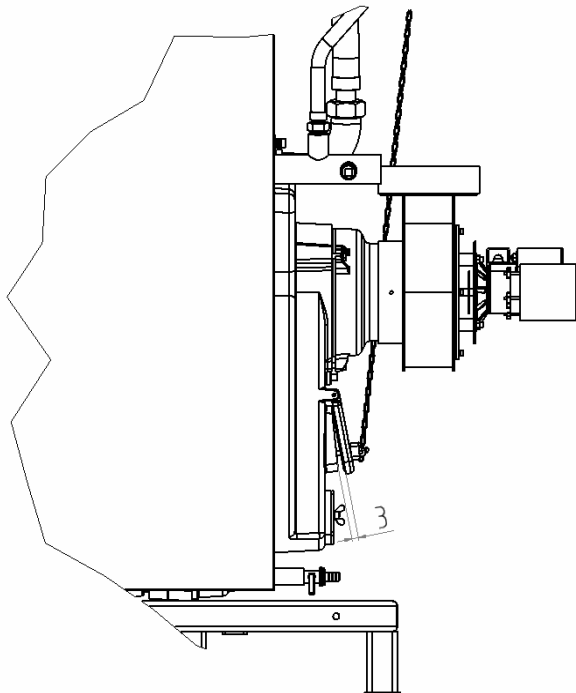

Рис. 24 Приоткрыть отверстие для воздуха с помощью установочного болта на 3 мм
2. Цепочку регулятора тяги установить на требуемую мощность, это значит внизу у отверстия для воздуха около 3 – 50 мм. С меньшим количеством воздуха снижается мощность котла. **Следите за тем, чтобы отверстие для подвода воздуха никогда не было полностью закрыто, (всегда должны быть открыты на 3 мм с помощью стопорного винта отверстия для подвода воздуха рис. 24) в противном случае котел заносится дегтем.**